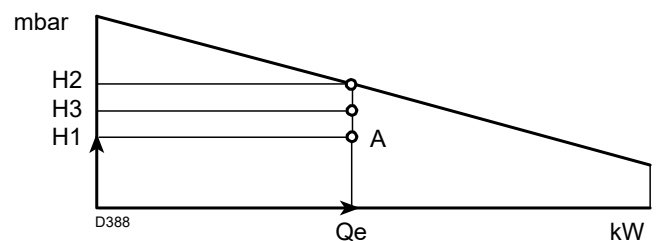

Fig. 6
- 4 Tracer une verticale à partir du point A (Fig. 6) et trouver la pression maximale H₂ de la plage de puissance.
Si H₃ est supérieure à H₁ (Fig. 6), le brûleur peut fournir le débit demandé.